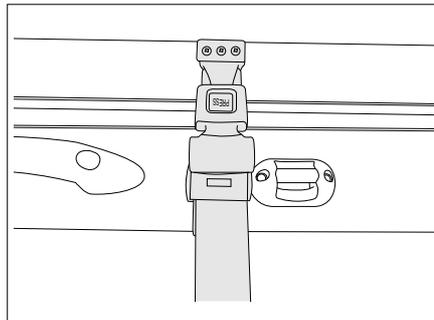

Bild 109 Sicherungsgurt
- Den Sicherungsgurt (Bild 109) lösen.
- Den Sicherungsgurt (Bild 109) anbringen.